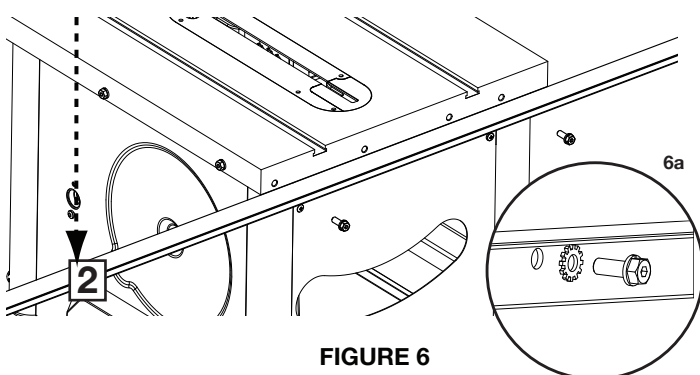

FIGURE 6
2. Fixez le rail arrière (2) à l'arrière de la table à l'aide de deux vis à tête plate (5/16-18 x 7/8") avec rondelle à ressort et de deux écrous à bride hex. (5/16-18). (Fig. 6) Une rondelle de mise à la terre plate crantée ((5/16-18) doit être installée directement devant l'une des têtes de vis. (Fig. 6a)